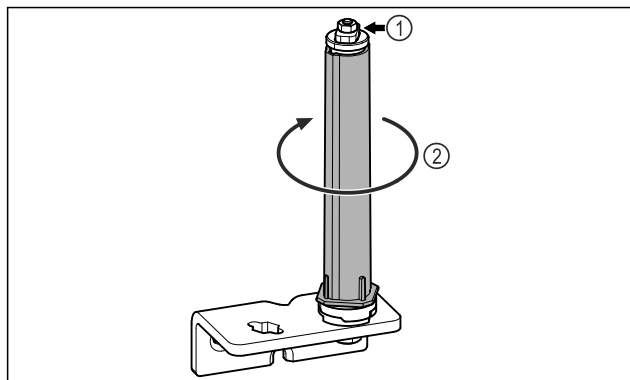

Fig. 28
- Neardykite durų uždarymo sistemos Fig. 28 (1).
- Sukite uždarymo sistemą Fig. 28 (2), kol ji užsifiksuos.